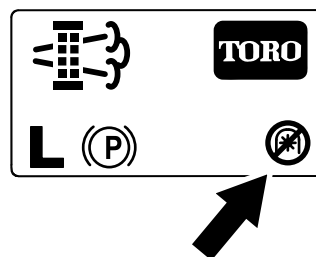

Figura 68
**Nota:** Sulla schermata Home viene visualizzata l'icona di disabilitazione della PDF (Figura 68).
**Nota:** Sulla schermata Home viene visualizzata l'icona di disabilitazione della PDF; fate riferimento a Figura 68 in Messaggi relativi alla rigenerazione parcheggiata \(pagina 42\).